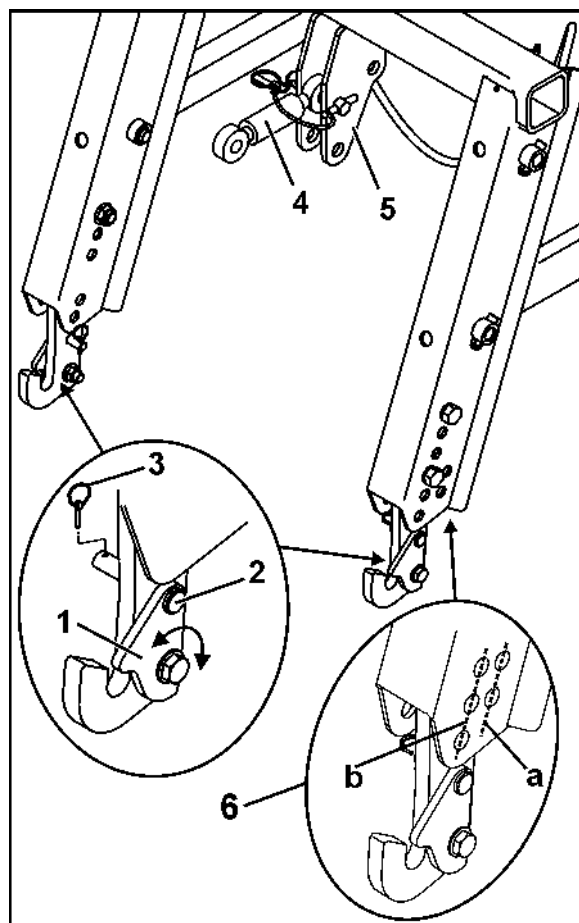

Bild 48
- Kontrollera före tillkopplingen att inga säkringsplattor (Bild 48/1) pekar framåt.
4. Sväng in säkringsplattorna (Bild 48/1) över dragstångernas tappar och säkra varje säkringsplatta med bult (Bild 48/2) och låssprint (Bild 48/3).
5. Fäst toppstången (Bild 48/4) i de övre länkpunkterna på såmaskinen och lyftramen (Bild 48/5) med hjälp av bultarna och säkra med låssprintarna.
Utnyttja de olika fastskruvningsmöjligheterna för fånghakarna (Bild 48/6), så att den bogserade såmaskinen kan fästas så tätt som möjligt bakom välten.
- läge (Bild 48/a) för små vältrar,
- läge (Bild 48/b) för stora vältrar.